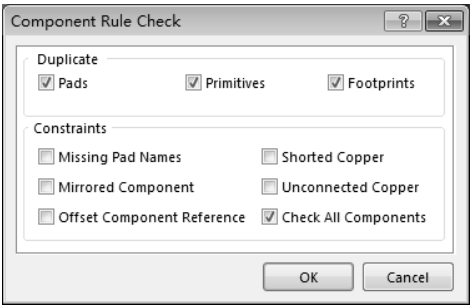

图 3.7.22 元件规则检查
(9) 设定元件参考点：选择“Edit (编辑)” “Set Reference (设定参考点)” “Pin 1 (引脚 1)”命令，将元件参考点设置在引脚 1。
(10) 检查错误：选择“Reports (报告)” “Component Rule Check (元件规则检查)”命令，打开“元件设计规则检查”对话框，如图 3.7.22 所示，可以对设计的元件“Missing Pad Names (是否缺少焊盘名)”等进行检查。确认后，如果在输出报表中没有错误，则表示设计成功。